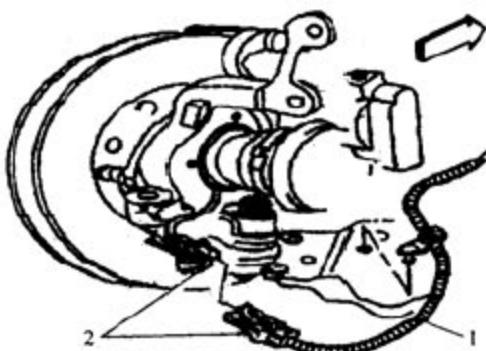

图 5.1-9 分离车轮速度传感器
- B). 如图 5.1-9 所示，断开车轮速度传感器插接器，从托架上拆卸车轮速度传感器。